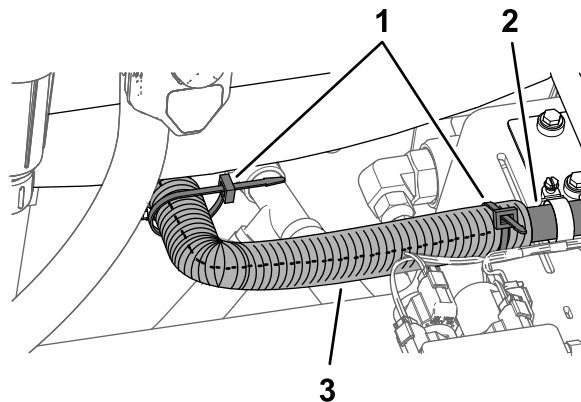

Figura 31
- Monte a tubagem convoluta dividida sobre o tubo de 43,3 cm entre o depósito de lavagem e a bomba do depósito de lavagem e prenda a tubagem com duas cintas (**Figura 31**).